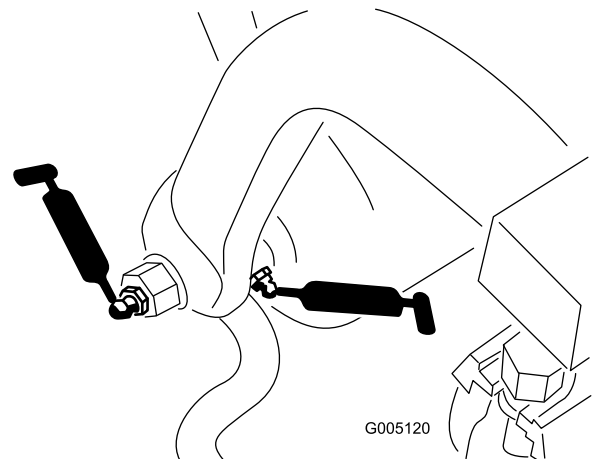

Bild 28
- Zugrahmenwelle und Rolle (12) (Bild 28)